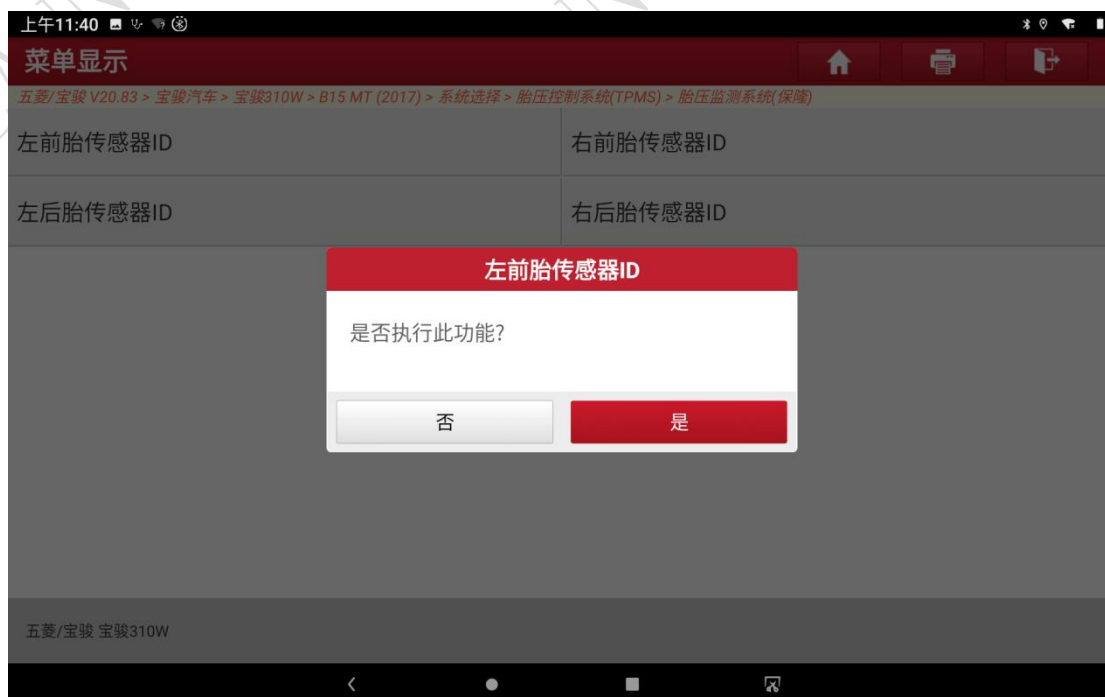

图 8
8. 选择【左前胎传感器 ID】功能，然后点击[是]进入下一步,如图 8: